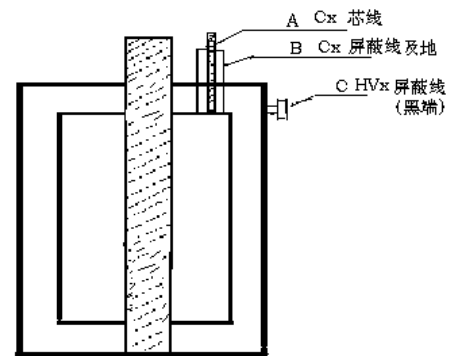

图15 介损油杯接法
B. 引线见图 15
D. (C) 接 HVx 屏蔽线（黑端）
E. (A) 接 Cx 芯线
F. (B) 接 Cx 屏蔽线及地